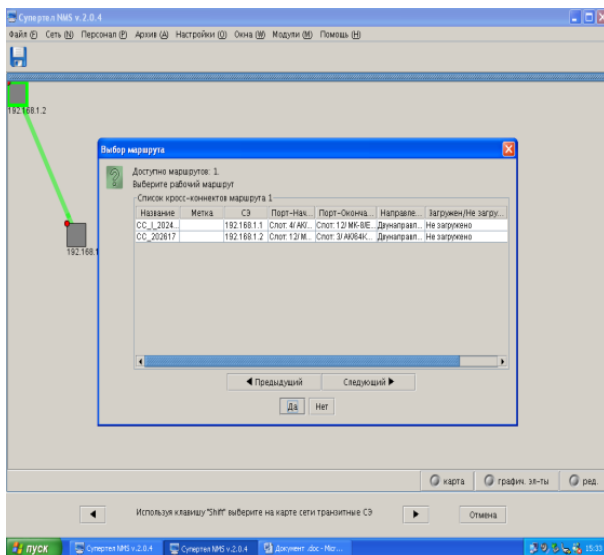

Рис. 34
21. В окне «Выбор маршрута», нажмите «OK» (рис. 34).